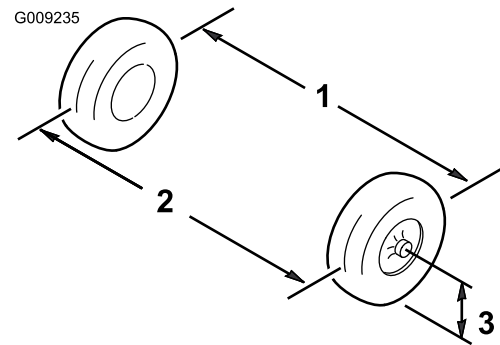

Figura 12
1. Misurate la distanza tra i pneumatici anteriori all'altezza dell'assale, davanti e dietro le ruote (Figura 12).